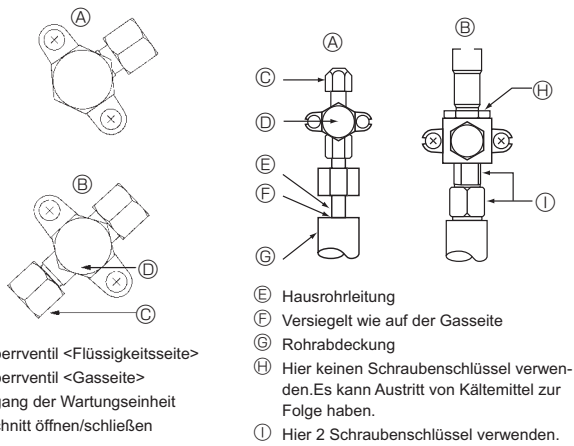

Fig. 4-5
- ③ Füllschlauch
④ Ausgang der Wartungseinheit
4.4. Verfahren zum Prüfen der Rohre auf Dichtigkeit (Fig. 4-5)
- Vergewissern Sie sich, dass die Sperrventile ① geschlossen sind und öffnen Sie sie nicht.
- Bauen Sie über die Wartungseinheit ② des Flüssigkeitssperrventils ③ Druck in den Kältemittelleitungen auf.
- Wenn der Druck in den Schritten (2) oder (3) abfällt, entweicht Gas. Suchen Sie nach der Gasaustrittsstelle.